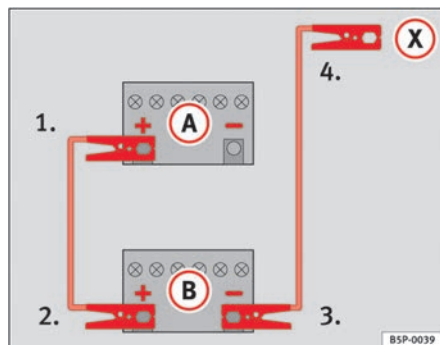

Fig. 203 Esquema de conexión de los cables de emergencia
En la ⇒ fig. 203 A representa a la batería sin carga y B a la batería con carga.
- 1. Emborne un extremo del cable de emergencia rojo al polo positivo ⇒ fig. 203 ⊕ del vehículo con la batería descargada ⇒ ⚠.